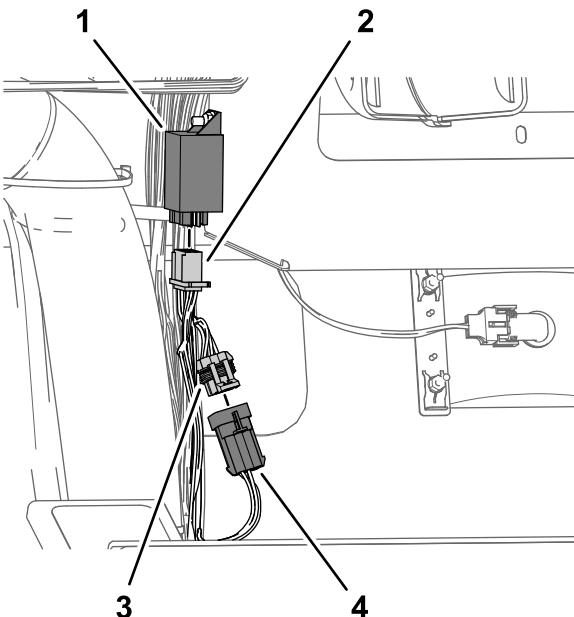

Figura 22
- Collegate il connettore a 6 prese del cablaggio preassemblato del kit al modulo lampeggiatore CE (Figura 22).
- Collegate il connettore a 6 pin del cablaggio preassemblato della macchina al connettore a 6 pin del cablaggio preassemblato del kit indicato come AL CABLAGGIO PRINCIPALE (Figura 22).